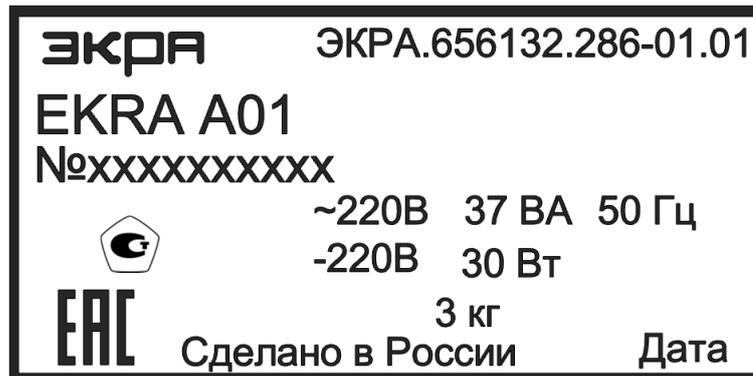

Рисунок 1 – Пример паспортной таблички устройства
3.5.3.2 На задней плите устройства проверить наличие паспортной таблички (см. рисунок 1), на которой указаны: